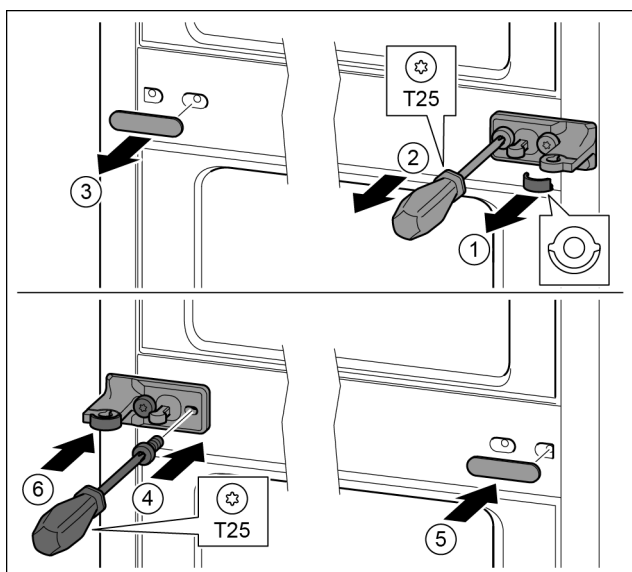

Fig. 34
- ▶ Snemite šipo. Fig. 34 (1)
- ▶ Izvijte vijake z izvijačem T25. Fig. 34 (2)
- ▶ Previdno snemite pokrov. Fig. 34 (3)
- ▶ Ležajni podstavek s folijo, obrnjen za 180°, na drugi strani trdno privijte. Fig. 34 (4)
- ▶ Pokrov, obrnjen za 180°, namestite na drugi strani. Fig. 34 (5)
- ▶ Šipo potisnite gor od spredaj. Fig. 34 (6)